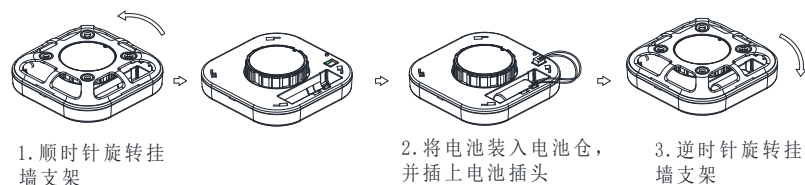

图2
1. 电池的安装方法：将报警器底部的挂墙支架打开，将电池按正确的方向压入电池盒内，注意电池卡槽口方向，顺时针拧上挂墙支架，（如图2所示）。